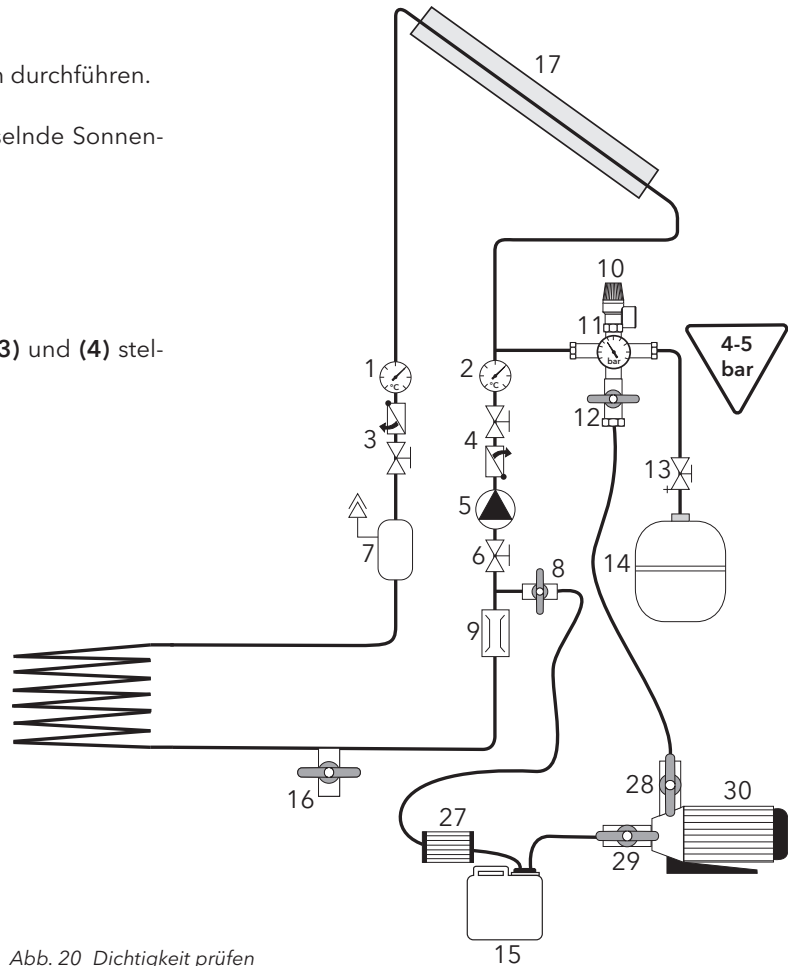

Abb. 20 Dichtigkeit prüfen
- KFE-Hahn (8) schließen
- Nach Erreichen des Prüfdrucks KFE-Hahn (12) schließen
- Kugelhähne und Schwerkraftbremsen (3) und (4) stellen wie in Abb. 20